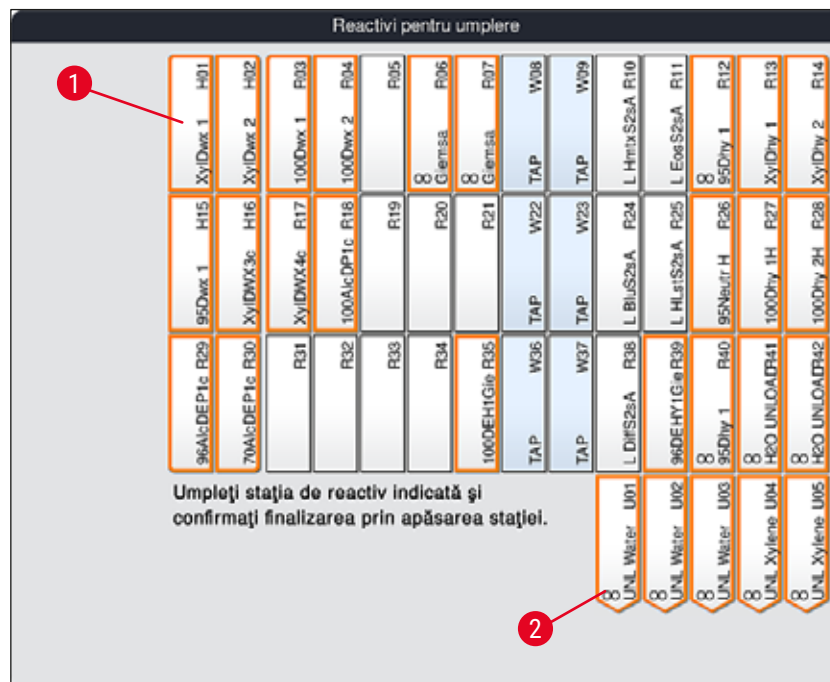

Fig. 56
2. În noua fereastră **Reactivi pentru umplere** (→ "Fig. 56"), stațiile care trebuie umplute sunt marcate în portocaliu (→ "Fig. 56-1").
Numai reactivi definiți de utilizator și adăugați ai programelor de colorare Leica sunt afișate cu un marcaj portocaliu (→ "Fig. 56"). Reactivii din setul de reactivi Leica sunt alimentați ulterior (→ P. 83 – Umplerea reactivilor kitului de reactivi Leica).